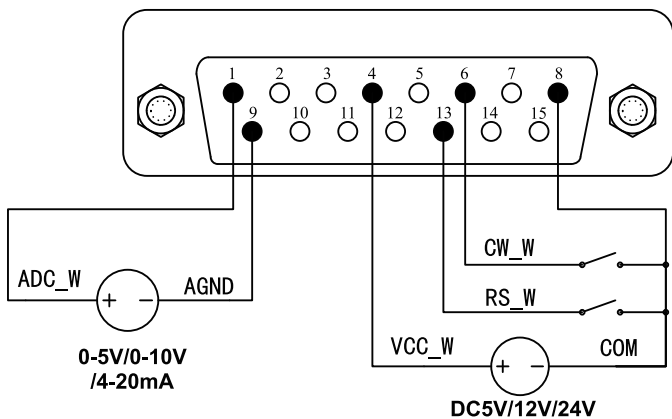
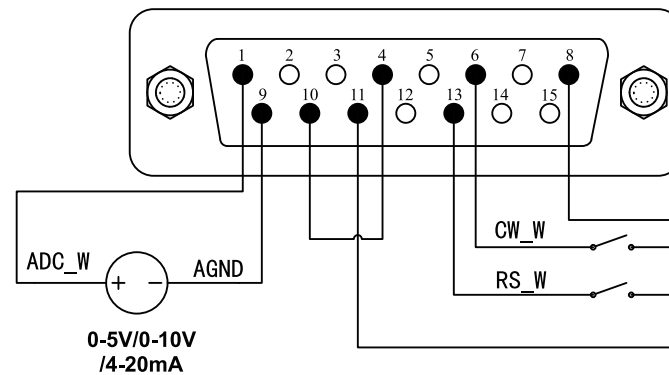

图9 外控模式连接外部电源的接线图
图10 外控模式连接内部电源的接线图
- 在切断电源状态下，按照下面接线图9或图10接好电路，将DB15接口连接到泵的背部接口上。